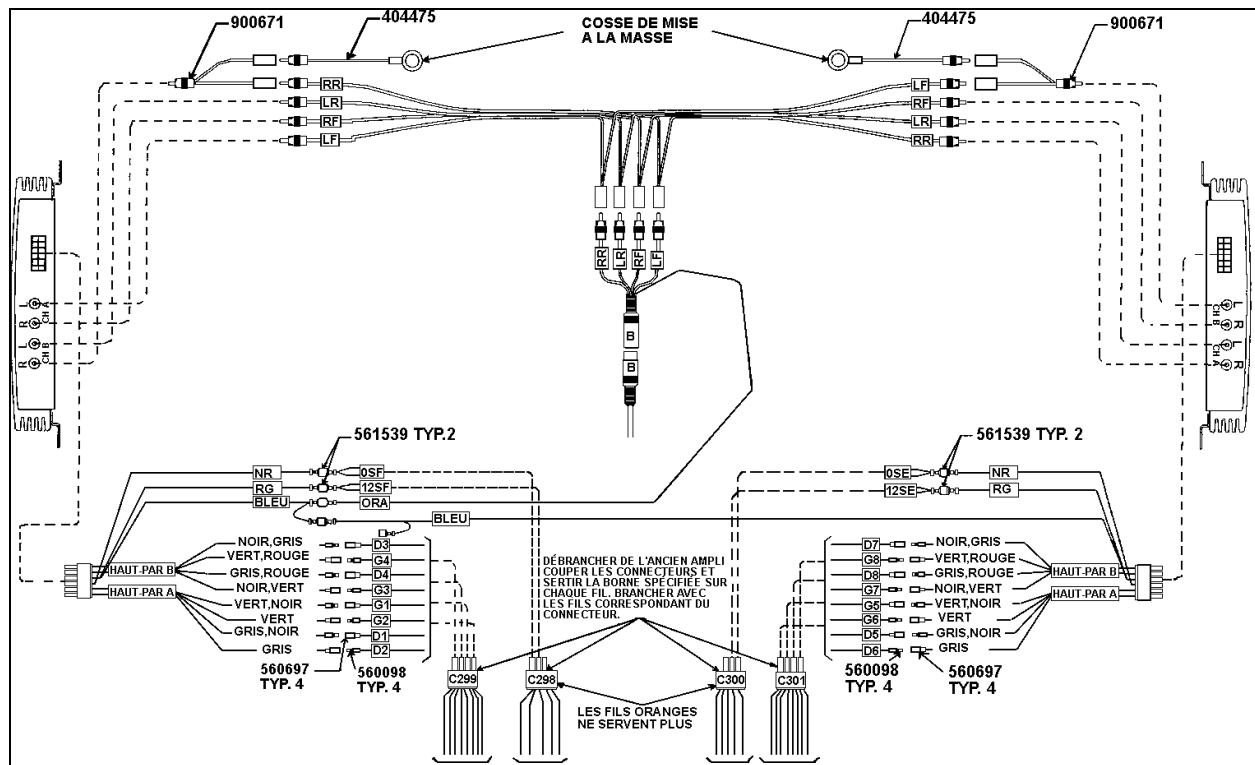

FIGURE 8
Remarque: Se référer à la figure 8 pour le schéma électrique de l'installation des amplificateurs.
8. Débrancher des anciens amplificateurs les connecteurs des haut-parleurs (C299 et C298, C300 et C301). Couper les connecteurs et sertir les bornes spécifiées sur chaque fil: mâles (Prévoist no 560098) et femelles (Prévoist no 560697). Les fils oranges des connecteurs ne servent plus. Brancher les bornes aux fils correspondants du connecteur de l'amplificateur Pioneer spécifique (voir la figure 8).
9. Installer la plaque de fixation de l'amplificateur (Prévoist no 404517) dans le compartiment avec les vis de fixation, visser l' amplificateur à la plaque et faire le branchement du câblage selon la figure 8.
10. Installer la plaque de fixation du deuxième ensemble (Prévoist no 404517) avec les vis de fixation , visser l'amplificateur à la plaque et faire le branchement selon la figure 8.